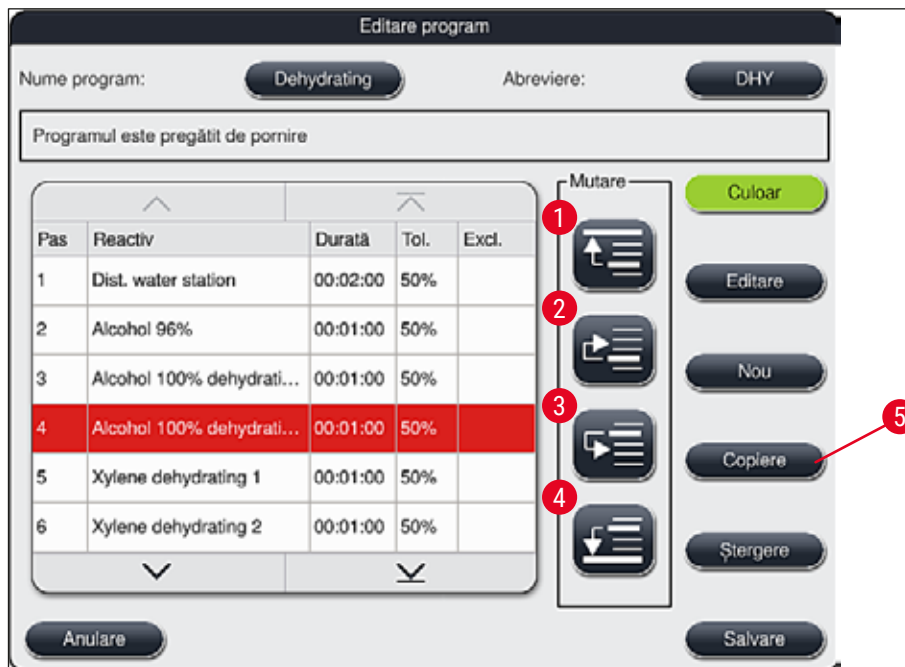

Fig. 49
- Se deschide fereastra **Editare program** (→ "Fig. 49").
- Prin utilizarea butonului **Salvare** (→ "Fig. 49"), modificările sunt acceptate. Apăsați tasta **Anulare** pentru a renunța la înregistrare.